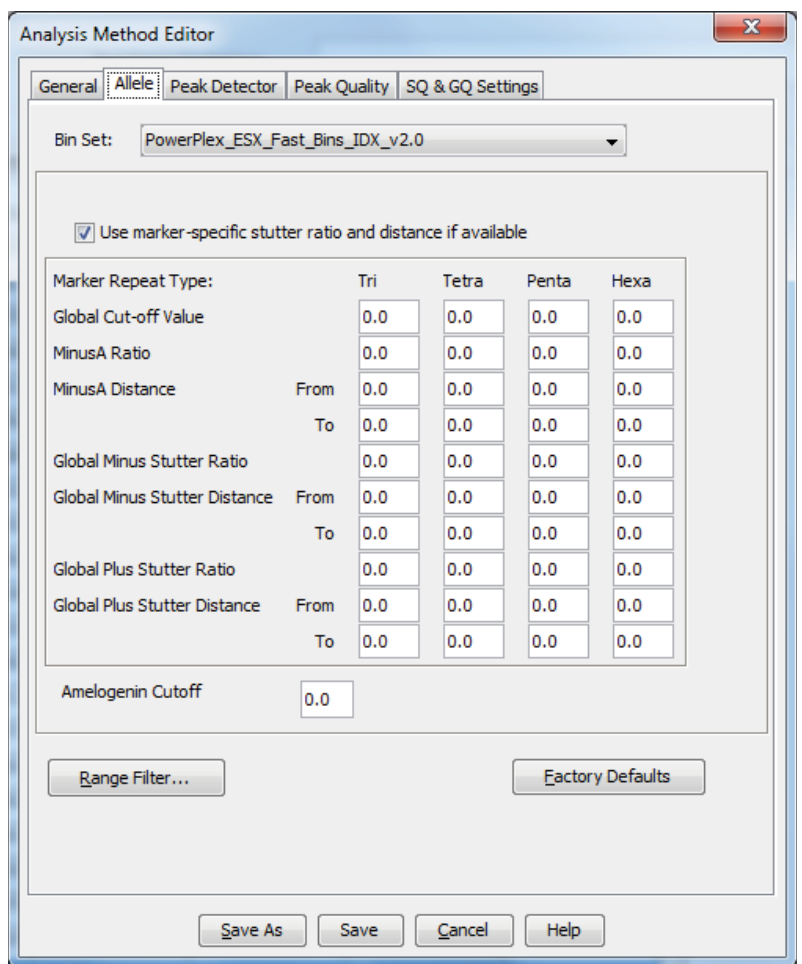

Figure 22. The GeneMapper® ID-X 'Allele' tab.
6. Select the ‘Allele’ tab (Figure 22).